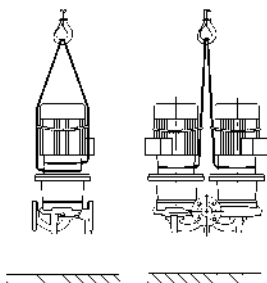

Fig. 5: Закрепление транспортировочных тросов
- Проушины для транспортировки на двигателе служат только для задания направления при захвате груза (рис. 5).